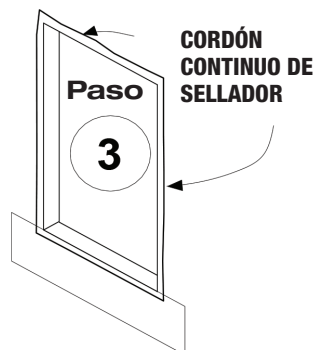

Figura 4 Aplique sellador perimetral.
Paso 3. Aplique sellador alrededor del perímetro de la abertura rugosa preparada o en la parte posterior de la aleta de la ventana en la parte superior, lateral e inferior (ver la figura 4).